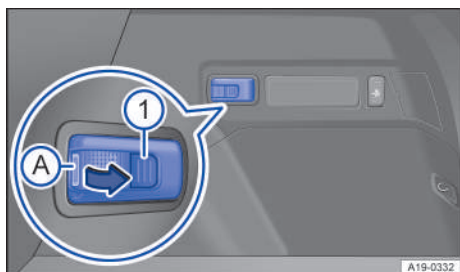

Fig. 210 En el lado derecho del maletero: unidad de iluminación extraíble.
En función del equipamiento, en un soporte del maletero hay una unidad de iluminación extraíble → fig. 210.
1. Agarre la unidad de iluminación por la zona → fig. 210 (A).
1. Pulse la tecla → fig. 210 ①.
2. En función de la versión, pulse de nuevo la tecla → fig. 210 ① para reducir la intensidad al 50 %.
3. Pulse de nuevo la tecla → fig. 210 ① para apagar la unidad de iluminación.
1. Apague la unidad de iluminación y encájela en su soporte en el sentido contrario al de la flecha → fig. 210.
2. Desprenda la tapa de las pilas haciendo palanca con un objeto fino por debajo de la zona → fig. 210 (A).